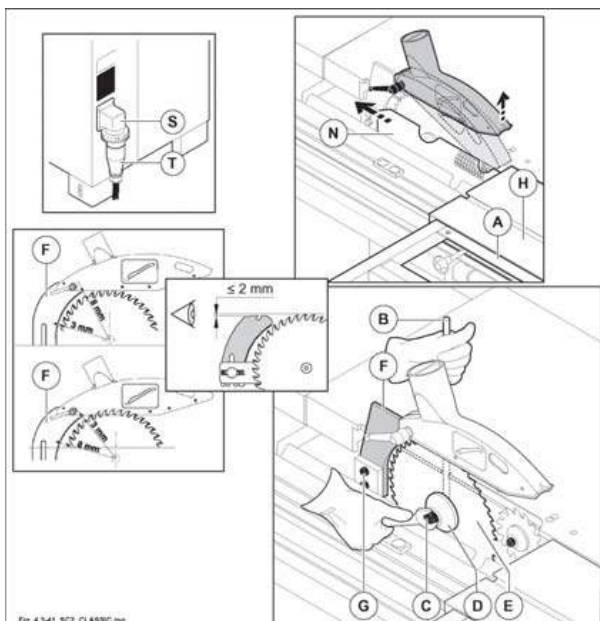

Fig. 4.3-41
- 2) Posizionare il telaio di squadra (A fig. 4.3-41) come in figura e trascinare il carro vagone (H fig. 4.3-41) tutto a destra.
- 3) Aprire la protezione (N fig. 4.3-41).
- 4) Inserire il perno (B fig. 4.3-41) nel foro della puleggia albero sega.
un fincorsa di sicurezza garantisce che con la protezione (N fig. 4.3-41) aperta il motore non possa essere avviato.
il dado di bloccaggio (C fig. 4.3-41) della lama sega è sinistrorso; per svitarlo occorre ruotarlo in senso orario.
- 5) Allentare il dado di bloccaggio (C fig. 4.3-41) con chiave esagonale da 24 mm, ed estrarre la flangia (D fig. 4.3-41).
- 6) Montare in sequenza la sega (E fig. 4.3-41), la flangia (D fig. 4.3-41) e il dado (C fig. 4.3-41) (per evitare eventuali vibrazioni, prima di montare la lama sega pulire accuratamente le flange).
- 7) Serrare il dado con la chiave da 24 mm utilizzando il perno (B fig. 4.3-41).
- 8) Regolare la posizione in altezza del coltello divisore (F fig. 4.3-41) allentando il dado (G fig. 4.3-41).
per motivi di sicurezza è obbligatorio richiudere la protezione (N fig. 4.3-41), altrimenti: